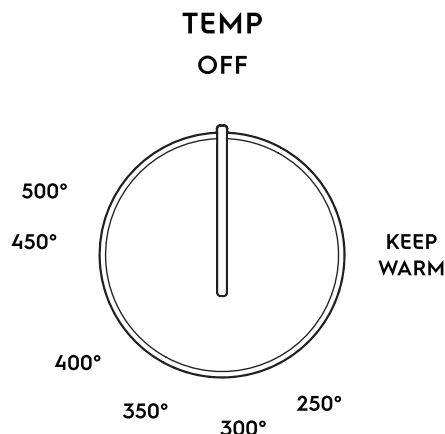

Figure 8: Température du four
4. Tournez le bouton de température du four (TEMP) à la température de cuisson souhaitée (figure 8).